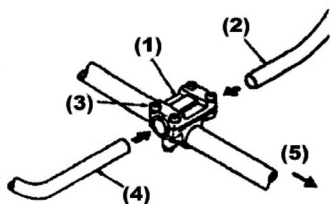

Рис. 3
Установка U-образной рукоятки производится в следующей последовательности (см. рис.3):
1. Ослабьте болты (3) на верхней крышке кронштейна (1).
2. Вставьте левую (4) и правую (2) ручки управления в соединительный кронштейн согласно рис. 3 и затяните болты (3).